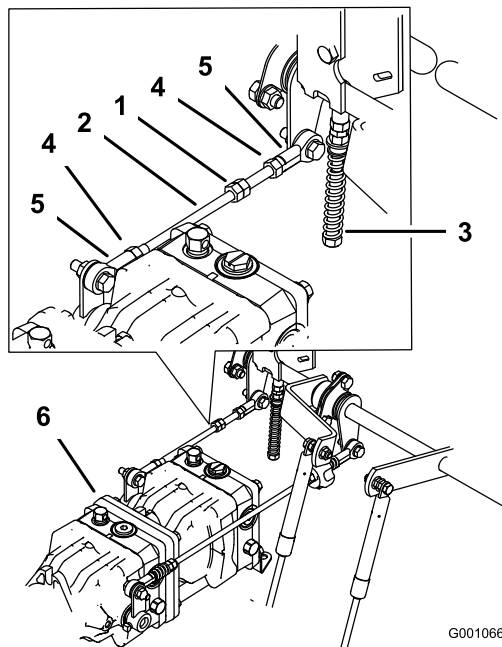

Figure 72
6. Serrez les contre-écrous contre les rotules (Figure 72).
1. Desserrez les contre-écrous sur les rotules de la tige de commande de la pompe (Figure 72).
3. Réglez la longueur de la tige de pompe en tournant les doubles écrous dans le sens voulu, jusqu'à ce que la roue soit immobilisée ou tourne légèrement en marche arrière (Figure 72).